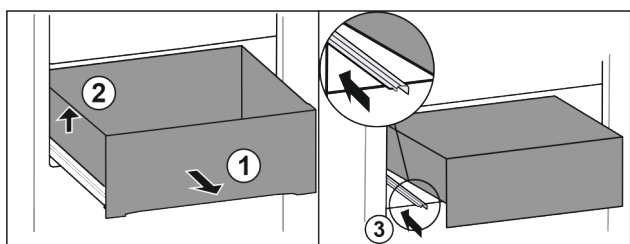

Fig. 92
- ▶ Izvadite ladicu do graničnika. Fig. 92 (1)
- ▶ Podignite ladicu lijevo. Fig. 92 (2)
- ▶ Gurnite lijevu vodilicu. Fig. 92 (3)